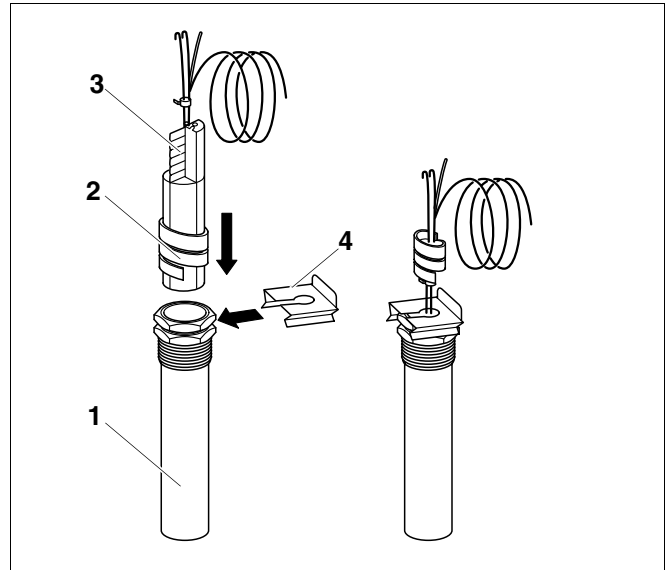

Fig. 65 Teacă de imersie
- Introduceți senzorul de temperatură în teaca de imersie pînă la opritor (fig. 65, **poz. 1**, punct de măsurare).
- Spirala din material plastic (fig. 65, **poz. 2**) se retrage automat înapoi. Arcul compensator (fig. 65, **poz. 3**) trebuie introdus în teaca de imersie (fig. 65, **poz. 1**).
- Siguranța senzorului (fig. 65, **poz. 4**, Conținutul livrării aparatului de reglare) se poziționează pe capul tecii de imersie.